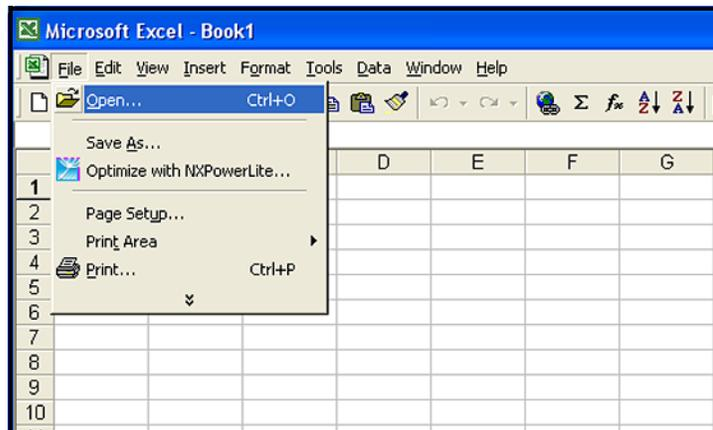

Рисунок 57: Открытие файла регистрации в Microsoft Excel
4. Файлы регистрации **dew.IQ** можно открывать в программе электронных таблиц, такой, как, Microsoft Excel. Запустите программу электронных таблиц и выберите **Открыть (открыть)** (см. Рисунок 57 ниже).